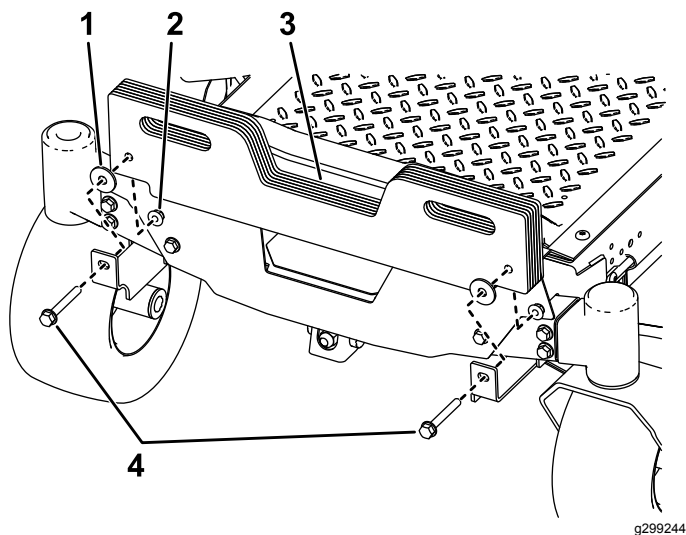

Bild 4
2. Befestigen Sie die beiden Kofferballaste an den Ballasthalterungen mit zwei Schrauben ($\frac{5}{8}$ " x 2-3/4") und zwei Sicherungsmuttern ($\frac{3}{8}$ "), wie in Bild 4 dargestellt.